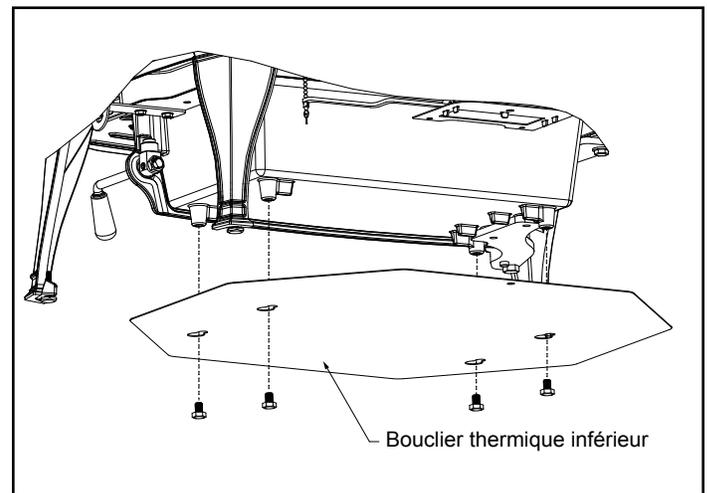

Figure 5.3 - Fixation du bouclier thermique inférieur.
2. Faites passer tous les quatre boulons à travers de l'extrême long des trous et après, tirez le bouclier en avant pour engager les extrêmes les plus petits des rainures. (Figure 5.3)